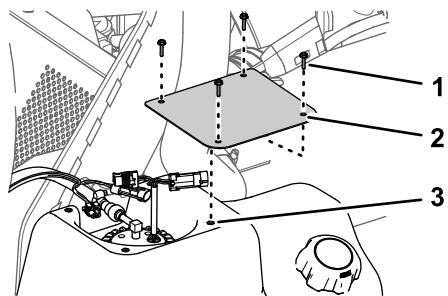

図 70
- 燃料タンク部分で、カバーを燃料タンクに固定しているねじ#10 x  $\frac{3}{4}$ " 4本を外して、カバーを取り外す図 70。